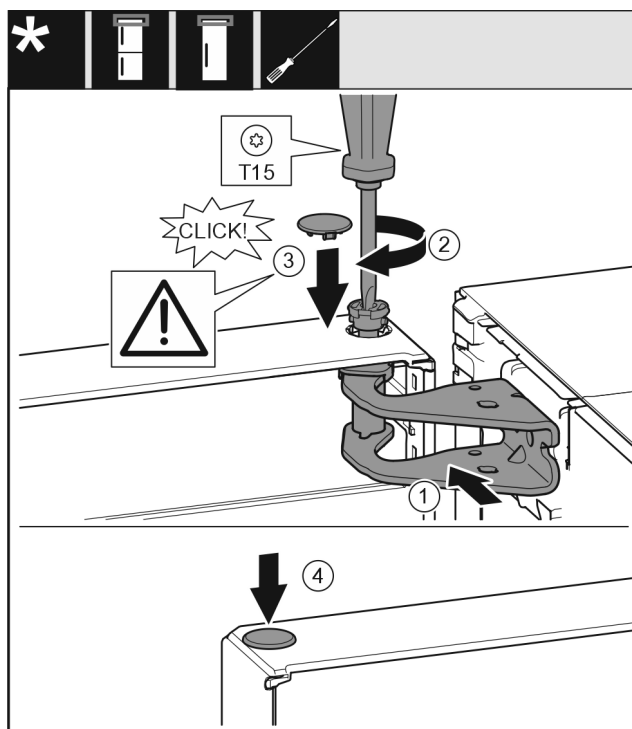

Fig. 24
- Aligner la porte en haut sur l'ouverture du support de palier Fig. 24 (1).
- Insérer l'axe Fig. 24 (2) et le serrer avec un tournevis.
- Installer le couvercle Fig. 24 (3).
- Vérifier que le couvercle Fig. 24 (3) repose bien sur la porte.
- Installer le couvercle Fig. 24 (4).